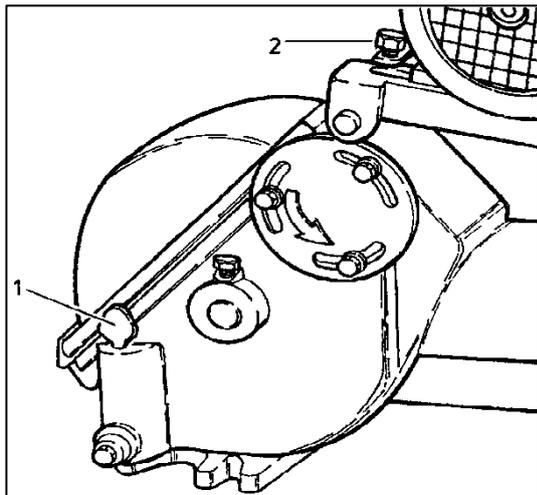

Abbildung 23: Ölstand
- Ölstand mit Hilfe des Peilstabes (1) kontrollieren. Der erste Ölwechsel muss nach einem Monat Betriebszeit durchgeführt werden
Neue Keilriemen müssen nach etwa 4 - 5 Wochen Laufzeit mit der Spannschraube (2) (→ Abbildung 23) nachgespannt werden.